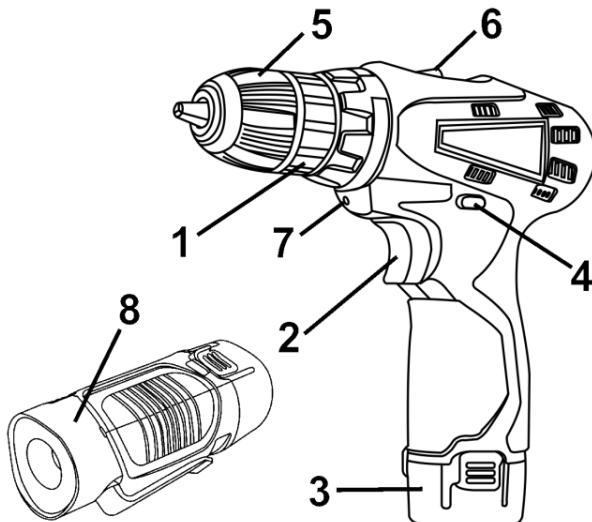

Рисунок 1
5.1.3 Встановіть необхідний крутний момент за допомогою кільця регулятора моменту затягування (1) (див. рисунок 1).
5.3 Для включення виробу натисніть на клавішу вимикача (2) (рисунок 1). Для відключення виробу слід клавішу відпустити. Регулювання швидкості обертання патрона здійснюється ступенем натискання на клавішу вимикача.